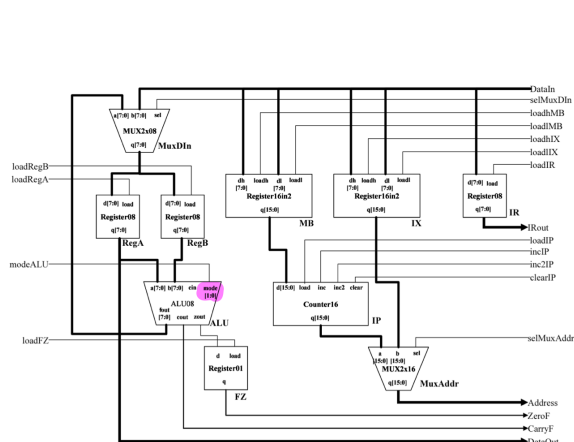
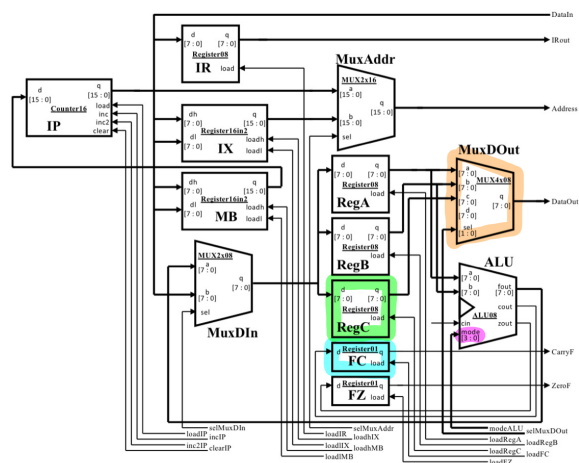
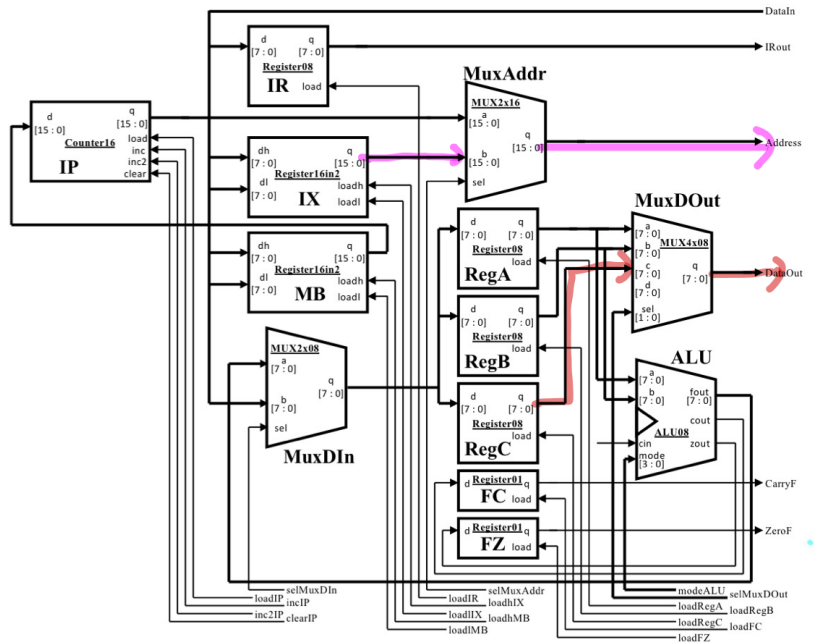

図 1: Tiny-Processor のデータパス
図 2: C-Processor のデータパス
図 3: C-Processor における STDI 命令のデータの流れ
以下の図 1,2 はそれぞれ Tiny-Processor と C-Processor のデータパスである。
- 図 1 のピンクに塗った部分は ALU の入力 mode を表す。Tiny-Processor では mode は 2 ビットの入力として設計されている。図 2 のピンクで塗った部分は C-Processor の同じく ALU の入力 mode である。C-Processor では Tiny-Processor よりも機能が増えており、mode の入力が 4 ビットに増加している。
- 図 2 の緑で塗った部分は RegC であり、C-Processor で追加されている。入力は新たに追加された loadRegC 以外は RegA, RegB と同じである。このレジスタ C は STDI 命令の際に使用される。詳細な説明は 2 で記述する。
- 図 2 の青色で塗った部分は FC であり、C-Processor で追加されている。入力は新たに追加された loadFC と ALU の出力である cout で、出力は q 即ち CarryF である。これは ALU の演算の結果、桁上りが発生したかを判定する。これから CarryF という信号が得られ、JPC 命令に利用される。
- 図 2 のオレンジで塗った部分は MuxDOut であり、4 入力のマルチプレクサである。ただし、4 入力の内 3 つしか使っておらずその 3 つの入力は RegA, RegB, RegC の出力である。また、4 つの入力の内どの値を出力するかを決定する 2 ビットの selMuxDOut を追加した。そして出力が DataOut となる。Tiny-Processor では RegA の出力が DataOut となっていたが、C-Processor では三つのレジスタからマルチプレクサで選択して DataOut を決定している。
以下の図 3 は 1 の図 2 で示した C-Processor のデータパスに、STDI 命令を実行する際のデータの流れを追加したものである。